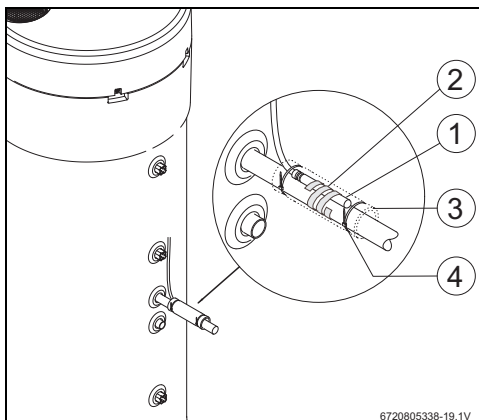

Fig. 12
- ▶ Colocar o sensor NTC do acessório (Fig. 12, [1]) conforme indicado na Fig. 12.
- ▶ Fixar o sensor NTC ao tubo de água com a espiral plástica fornecida (Fig. 12, [2]).
- ▶ Colocar o isolamento (Fig. 12, [3]) em volta do sensor.
- ▶ Fixar o isolamento com as 2 abraçadeiras (Fig. 12, [4]) fornecidas.